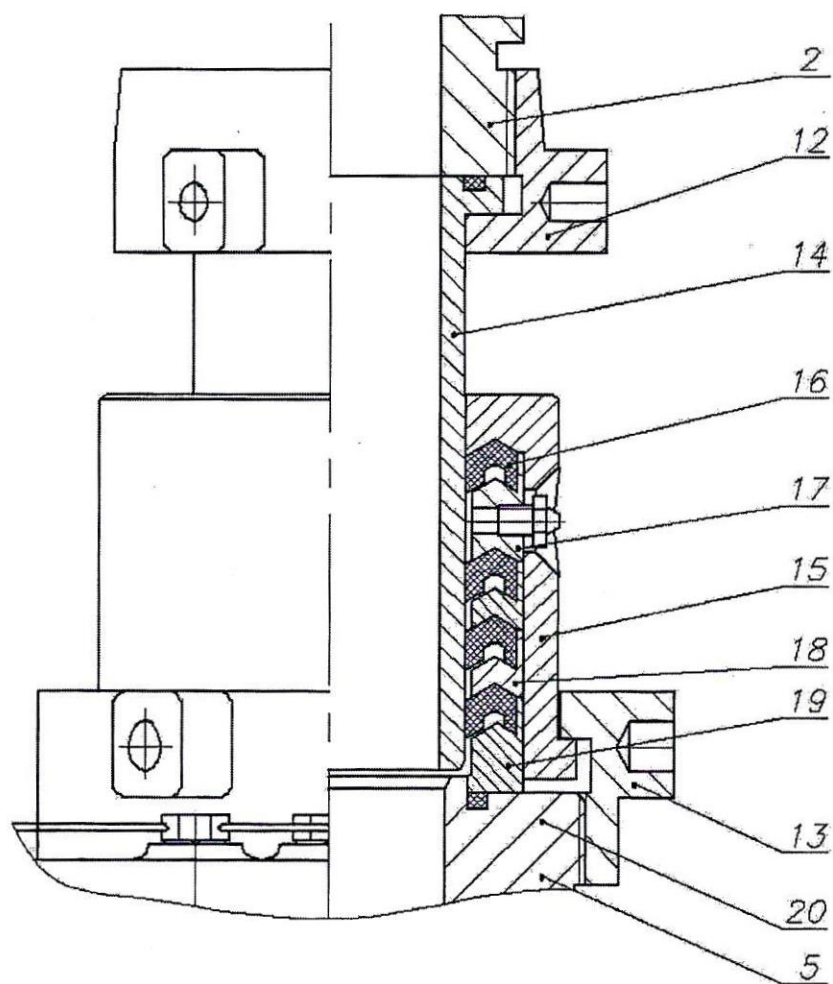

Рис.2
Верхнее уплотнение 10 (рис.2) быстросъемное и подсоединяется к подводу 2 и стволу 5 гайками 12 и 13. Уплотнение состоит из патрубка 14, установленного коаксиально в стакане 15 и набора резиновых манжет 16 (4 шт.) с кольцами 17 и 18 и грундбуксой 19. Торцы уплотнены манжетой и резиновыми кольцами 20.
10.3.4 Демонтаж и монтаж верхнего уплотнения производить согласно указанию на рис.2.
10.3.1 Выпрессовка и запрессовка подшипников ударным способом недопустима. 10.3.2 Осевой люфт регулировать подкручиванием болтов на фланце стойки с последующим стопорением гайками. 10.3.3 Момент вращения ствола и герметичность уплотнения регулировать затяжкой нижней гайки верхнего уплотнения. 10.3.4 Демонтаж и монтаж верхнего уплотнения производить согласно указанию на рис.2.